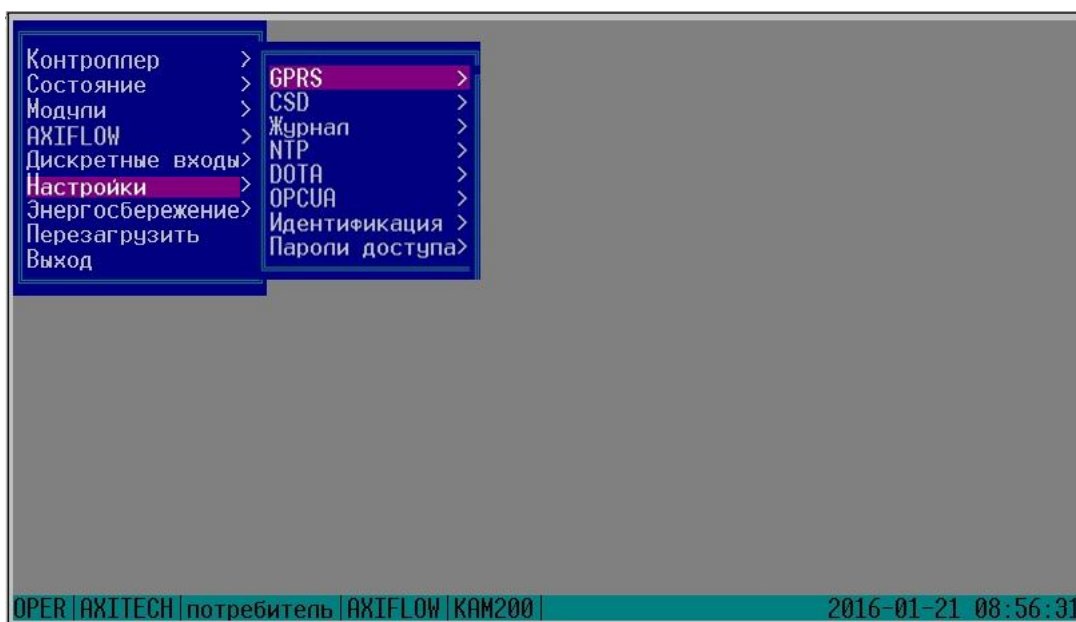

Рисунок 65
- Для настройки контроллера на параметры связи с уровнем диспетчеризации по каналам сотовой связи, а именно на параметры подключения к серверам, а также для идентификации контроллера в диспетчерском программном обеспечении следует выбрать пункт меню **Настройки** (смотри рисунок 65).